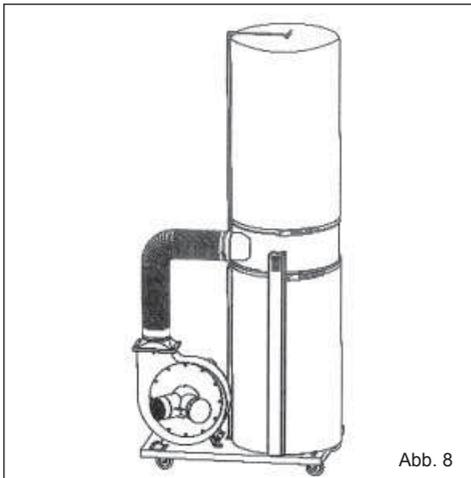

Abb. 8
7. Das Rohr auf die Ausgänge zu sichern, wie in **Abb. 8** dargestellt.